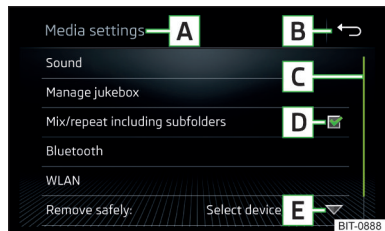

Abb. 125
**Beschreibung der Bildschirmanzeige** » Abb. 125